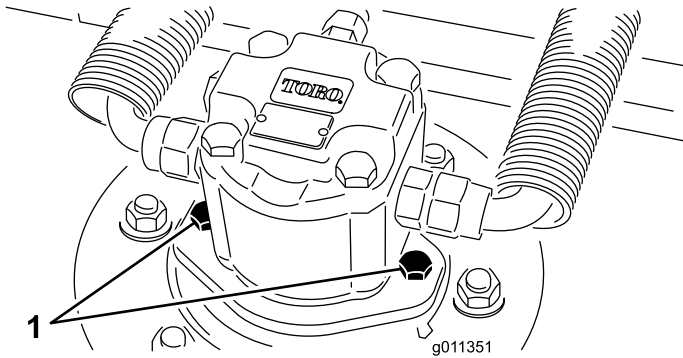

Bild 61
2. Klemmen Sie den Hydraulikmotor vom Mähwerk ab und entfernen ihn (Bild 61). Decken Sie die Spindeloberseite ab, um einer Verunreinigung vorzubeugen.
4. Montieren Sie den Hydraulikmotor am Mähwerk (Bild 61) Stellen Sie sicher, dass sich der O-Ring unbeschädigt in seiner Position befindet.